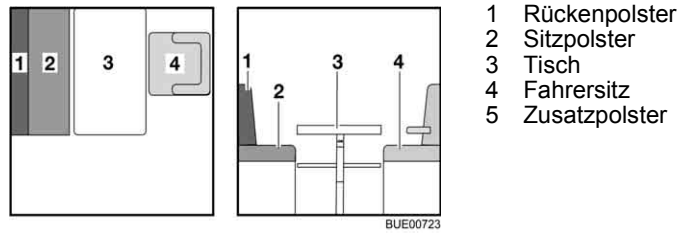

Bild 116 Vor dem Umbau
- Den Fahrsitz (Bild 116,4) drehen und ganz nach vorn schieben.
- Den Tisch (Bild 116,3) zum Bettunterbau umbauen (siehe Abschnitt 6.10).
- Das Rückenpolster (Bild 116,1) beiseite legen.